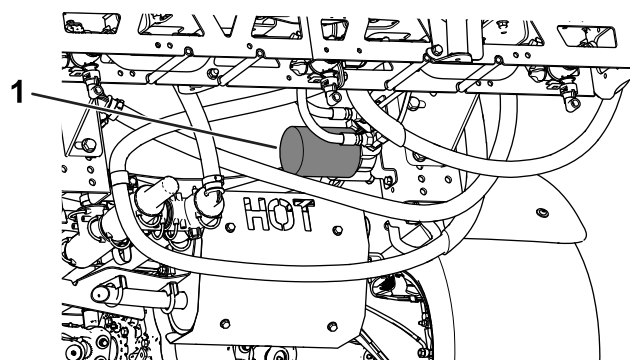

Figura 55
4. Retire el filtro (Figura 55).